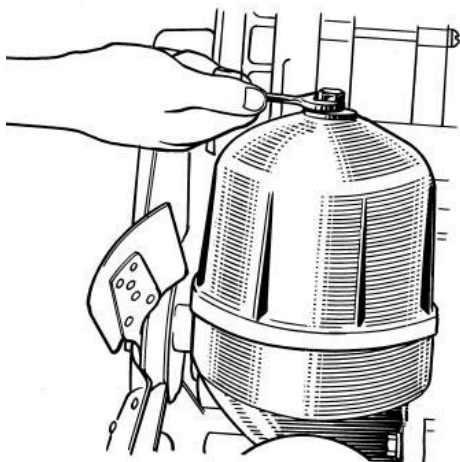

Рис. 14 Отвертывание гайки колпака
1. Отвернуть гайку колпака фильтра (рис. 14) и снять колпак.